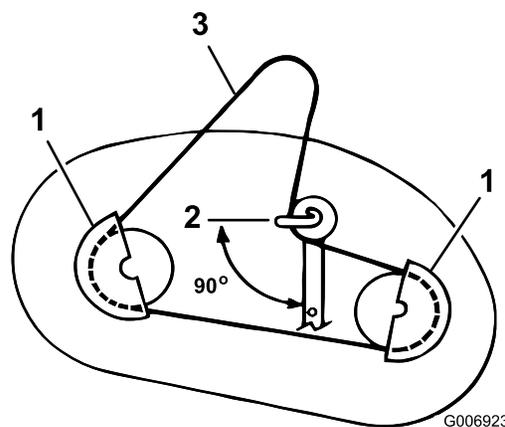

Figura 32
2. Retire los tornillos de montaje de las cubiertas de la polea, y las cubiertas de la polea en sí, de ambas poleas (Figura 32).
3. Afloje, pero no retire, el perno y la tuerca que fijan la polea tensora y la guía de la correa (Figura 32).
2. Coloque la guía de la correa de la polea tensora de manera que apunte hacia la izquierda, perpendicular 90° al brazo tensor (Figura 32).
4. Instale las cubiertas de la polea derecha e izquierda con los pernos de montaje (Figura 32).